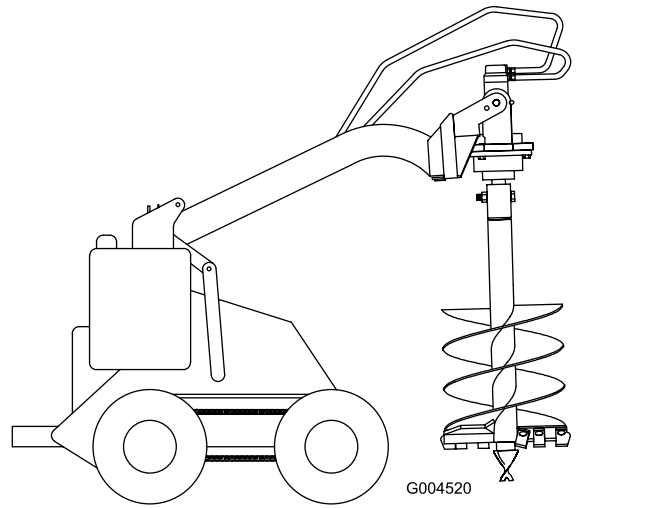

图 9
13. 升起螺旋钻使其脱离地面图 9。
14. 当螺旋钻处于垂直状态时向后倾斜附件板直到驱动头触及附件板以稳定螺旋钻并防止其自由摆动图 9。
1. 升起螺旋钻使其脱离地面并处于垂直状态图 9。